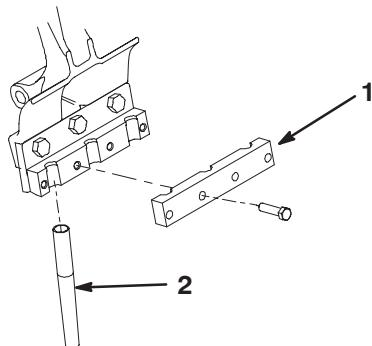

Bild 26
4. Befestigen Sie eine Stachelklemme mit vier 3/8 x 1-1/2 Zoll Kopfschrauben lose an jedem Stachelhalter (Bild 26). Ziehen Sie die Kopfschraube nicht fest.